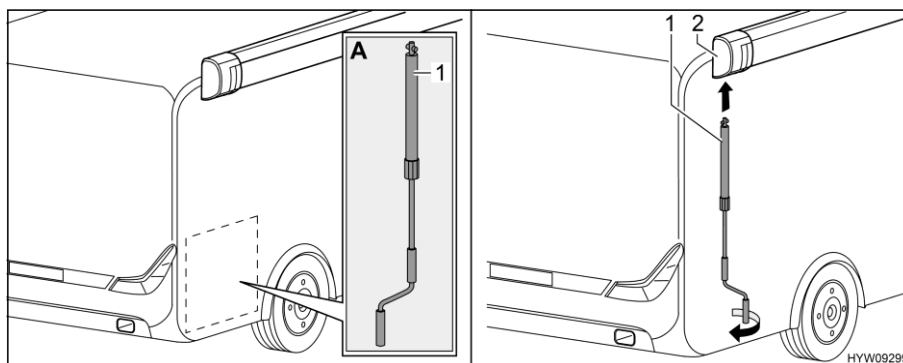

Fig. 43 Mettre la manivelle en place
- Prendre la manivelle (Fig. 43,1) dans le garage arrière (Fig. 43,A).
- Emboîter la manivelle dans la douille à baïonnette (Fig. 43,2) du store extérieur.